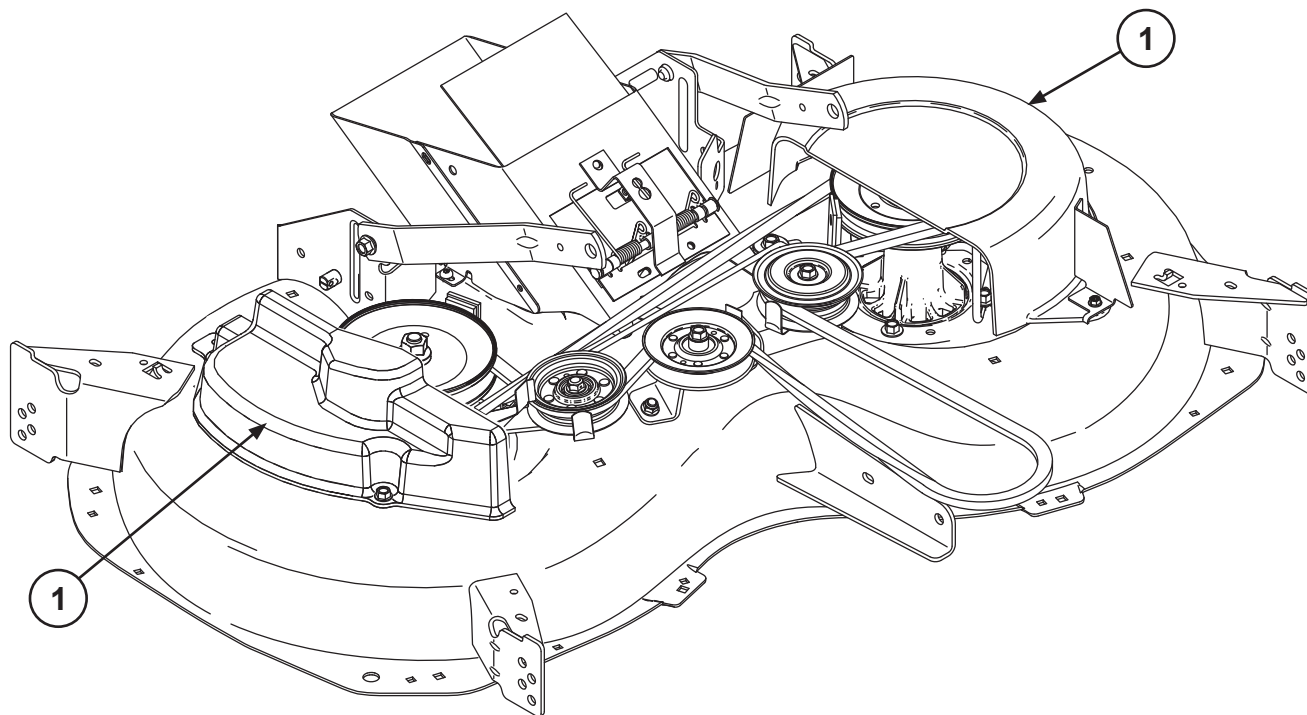

Fig. 8
- Ⓡⓤ 11. Установите на место крышки шкивов (1) (рис. 8)
- Ⓡⓞ 11. Montați la loc capacele roții de transmisie (1) (fig. 8)